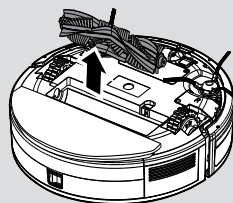

Fig. 18
3. Ta tak i den ene enden av agitatorene og løft den opp. [Fig. 18]